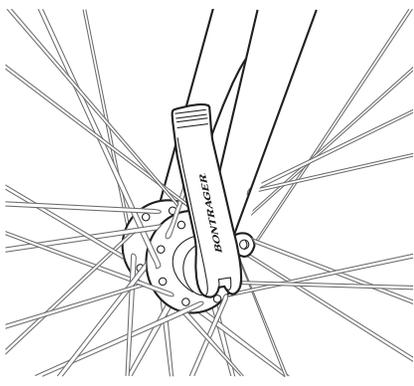

Figure 33. Position du levier avant
- Alignez les leviers de manière à ce qu'ils n'entrent pas en contact avec une autre pièce du vélo ou un accessoire (porte-vélo, garde-boue, etc.), et qu'aucun obstacle de la trajectoire du vélo ne puisse accrocher les leviers (Figures 33 et 34).